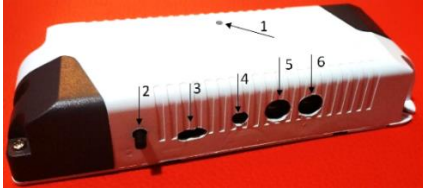

Рис.2. Внешний вид прибора
Прибор имеет следующие элементы индикации и управления (см. рис.2): светодиод (1), кнопка (2), разъем микро-USB (3) предназначенный для питания устройства, разъем (DC-002 3.5*1.3mm) проводных датчиков протечки воды, разъемы (5) и (6) тип DC-005 5.5*2.1mm для подключения электрических кранов закрытия холодного и горячего водоснабжения или газовой запорной арматуры.